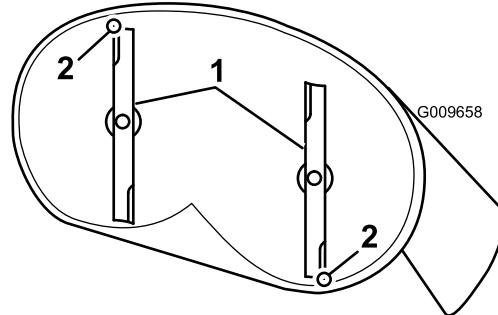
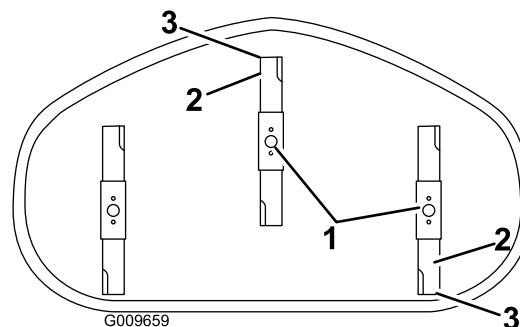

Figure 49
Figure 50
4. Faites pivoter les lames avec précaution pour faire passer les pointes avant à l'arrière (Figure 49 et Figure 50).
5. Mesurez la distance entre la pointe de la lame avant et la pointe de la lame arrière par rapport à la surface plane (Figure 49 et Figure 50). Si la pointe avant de la lame n'est pas de 1,6 à 7,9 mm (1/16 à 5/16 po.) plus basse que la pointe arrière, réglez le contre-écrou avant.
- 8. Une fois le réglage effectué, vérifiez à nouveau l'inclinaison avant/arrière des lames. Poursuivez le réglage de l'écrou jusqu'à ce que la pointe avant de lame soit de 1,6 à 7,9 mm (1/16 à 5/16 po.) plus bas que la pointe arrière (Figure 49 et Figure 50).